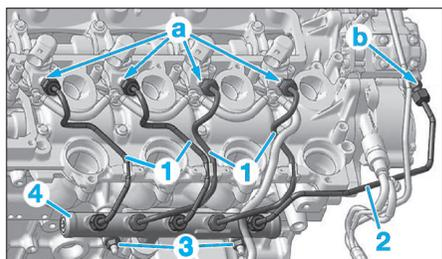

Fig. 32
- Déposer les conduites haute pression rampe-injecteurs (1) (Fig.32).